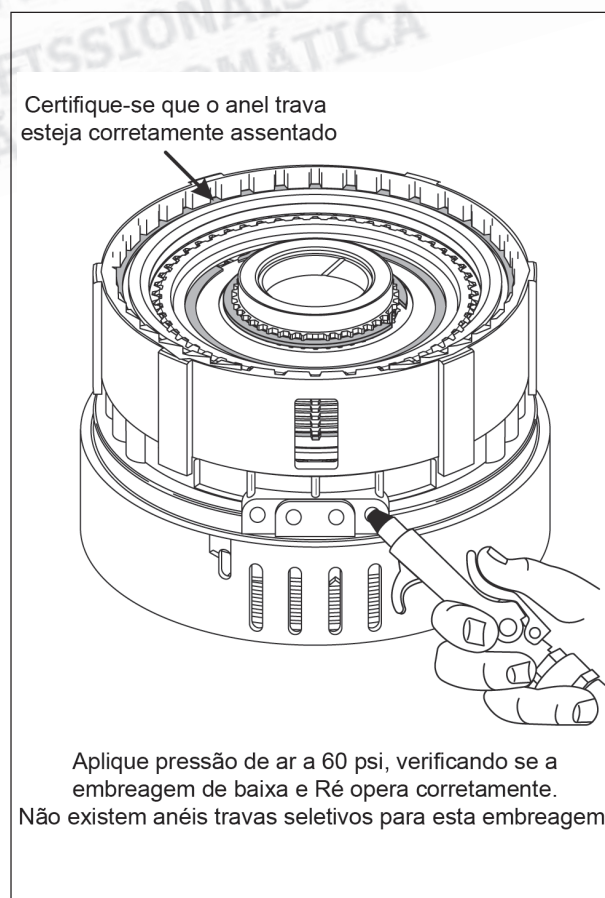

Figura 117
28. Certifique-se que o anel trava esteja corretamente assentado em seu alojamento, e aplique ar comprimido a 60 psi no furo de alimentação da embreagem de baixa e Ré, para verificação de sua correta operação, conforme indica a figura 117.